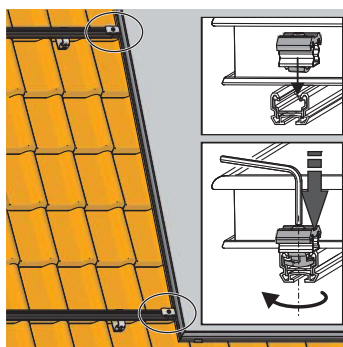

Fig. 3-24 Inserire la basetta di bloccaggio doppia
1. Inserire le basette di bloccaggio doppie nella guida del profilo di montaggio superiore e inferiore, premere verso il basso con la chiave a esagono cavo applicata alla vite e ruotarla di ca. 45° in senso orario (in modo che il profilato inferiore arrivi nella posizione di bloccaggio) (fig. 3-24).